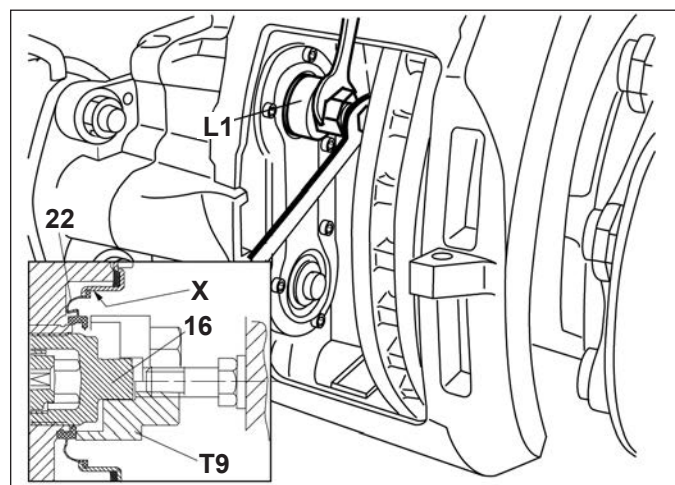

FIGURA 53 - INSTALACIÓN DEL SELLO INTERNO CON LA MORDAZA PUESTA EN EL VEHÍCULO
5.5.12 Coloque el sello interno de repuesto (22) sobre el tubo roscado (16). Consulte las figuras 52 y 53 para ver las herramientas y configuración de instalación usadas. Coloque el L1 (T3 + T9) con el espaciador corto (T3) en la posición que se muestra en la figura 53. Guíe la herramienta sobre el extremo del tubo roscado (16). Instale el nuevo sello interno (22) en su posición, girando la tuerca del ajustador en la porción T3 de la herramienta, usando una llave de boca.